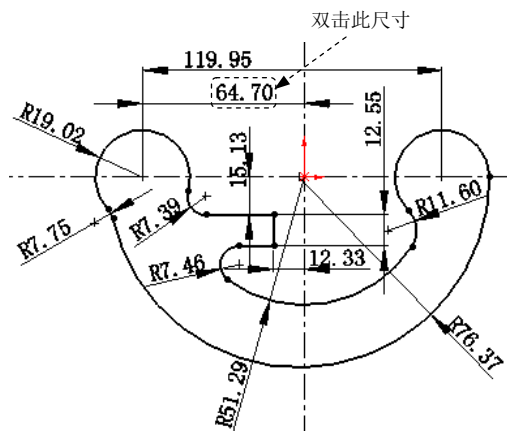
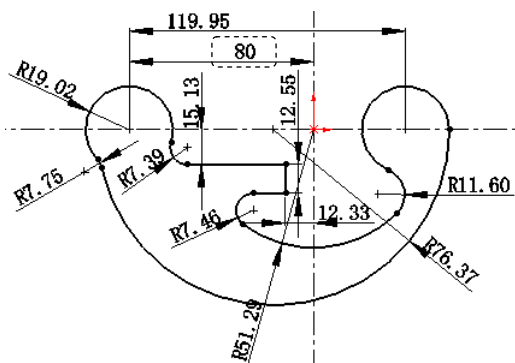

图 2.14.7 添加尺寸约束
图 2.14.8 修改后的尺寸约束
选择下拉菜单  **工具(T)**   **尺寸(S)**   **智能尺寸(S)** 命令，添加图 2.14.7 所示的尺寸约束。
Step1. 双击图 2.14.7 所示的尺寸值, 在系统弹出的“修改”文本框中输入值 80, 单击  按钮, 然后单击“尺寸”对话框中的  按钮, 修改完成后如图 2.14.8 所示。